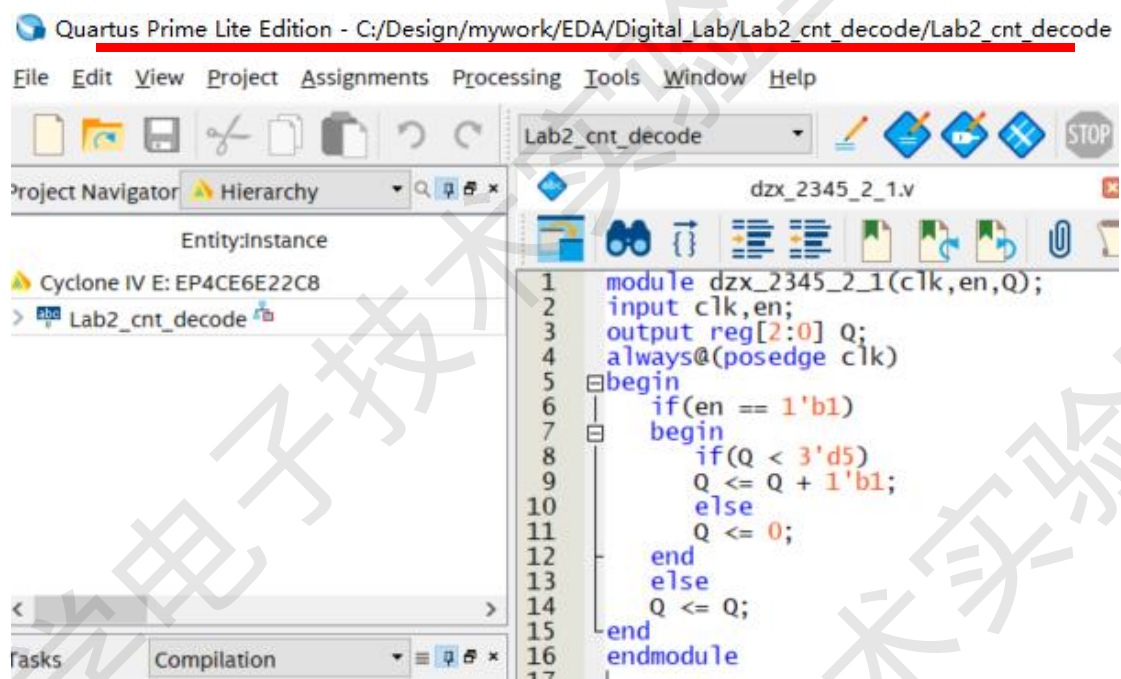

图 3 代码截图示例
- (1) 代码截图必须包含 Quartus 的标题栏（图 3 红线处）；